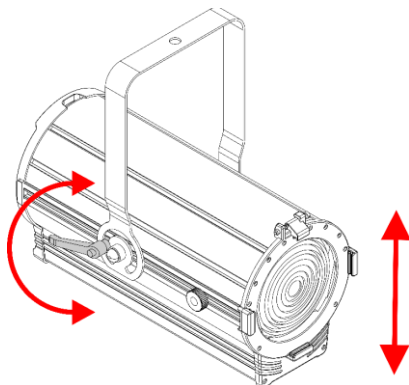

Fig. 07
- 01) Tournez la **poignée de réglage (06)** dans le sens inverse des aiguilles d'une montre pour la desserrer.
- 02) Réglez l'inclinaison de l'appareil à l'angle souhaité (voir fig. 07).
- 03) Tournez la **poignée de réglage (06)** dans le sens des aiguilles d'une montre pour la serrer. Assurez-vous que l'appareil ne peut pas bouger librement après avoir serré la **poignée de réglage (06)**.